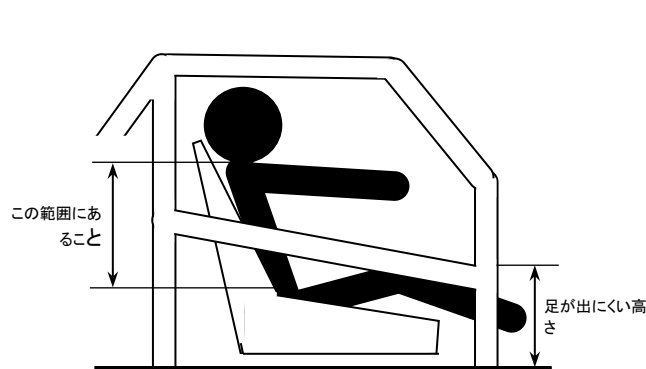

図2 サイドバーの取り付け高さ
② サイドバー及びドアの高さは、ドライバーが車両静止状態でシートに着座した状態で腰骨の高さ以上、肩の高さ以下とし足が容易に出ない高さを有すること(図2参照)。